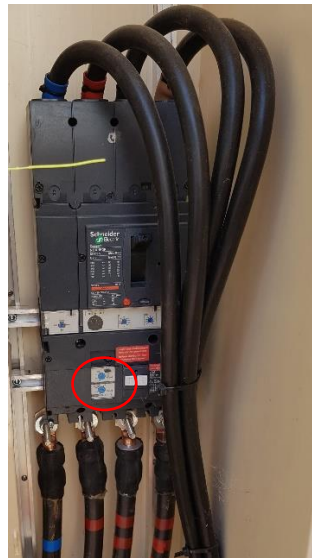

Figure 13
- Il faut régler les deux potentiomètres [ $\Delta t = 0$ seconde et  $\Delta A =$  tout dépend l'installation] sur le disjoncteur abonné **Appareil Général de Commande et de Protection** (cf. Figure 13), ainsi que vérifier les tensions en amont avant de le manœuvrer.